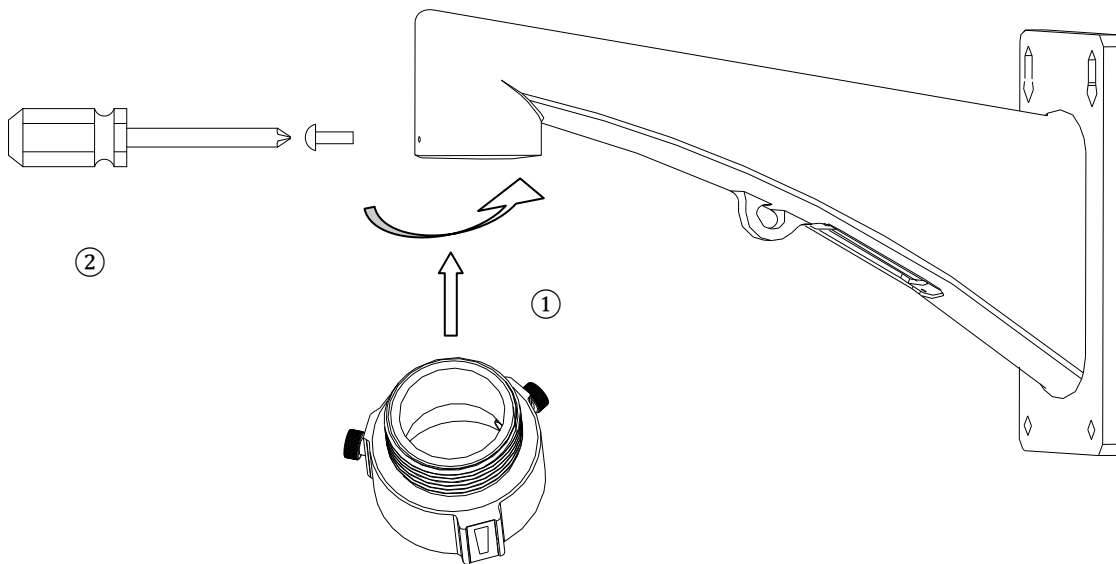

Abbildung 1.2.20 Adaptermontage
2. Schrauben Sie den Hängeadapter auf die Halterung. Fixieren Sie den Adapter mit einer Sicherungsschraube an der Halterung (siehe Abbildung 1.2.20).